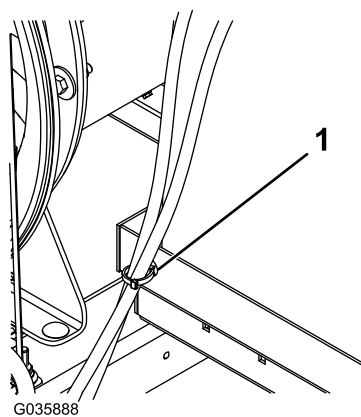

Figura 10
12. Coloque o clipe no lado do tabuleiro do depósito de combustível e prenda-lhe os dois tubos do depósito de combustível (Figura 10).